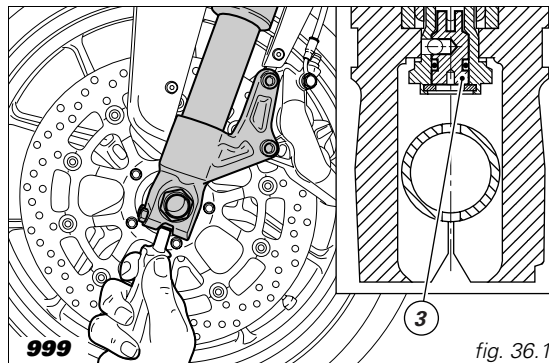
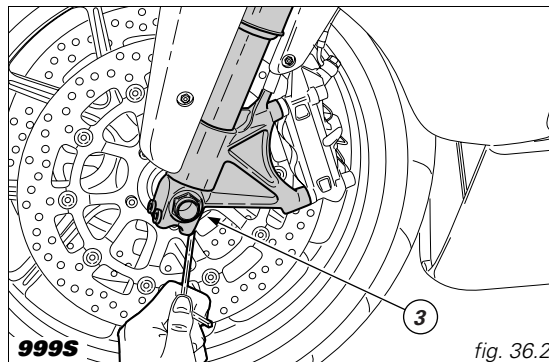

fig. 36.1
fig. 36.2
- 3) modifier le frein hydraulique en compression (fig. 36.1 et fig. 36.2).
Pour accéder à la vis de réglage (3 fig. 36.1 et fig. 36.2), introduisez le petit tournevis dans l'orifice de l'axe de roue, en face du tube de fourche.